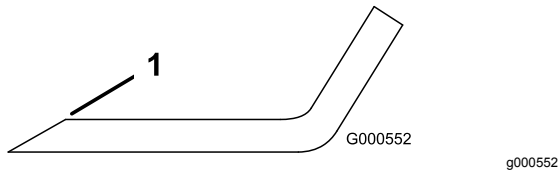

Рисунок 58
1. Заточите напильником режущую кромку на обоих концах ножа (Рисунок 58).
**Примечание:** Если нож не сбалансирован, удалите некоторое количество металла только с конца области загиба (Рисунок 58).